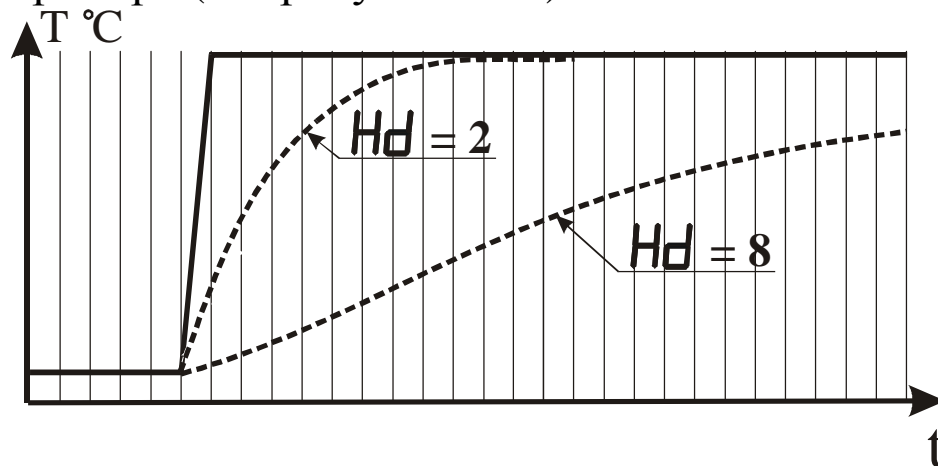

Рисунок 3.16 - Влияние параметра “Время усреднения” на показания прибора при различных значениях параметра  $Hd$
3.3.3.8 Параметр “Время усреднения” указывают в количестве периодов опроса входного датчика ( $N_{\text{опр.}}$ ). Этот параметр позволяет добиться более плавного изменения показаний прибора. Для этого производится вычисление среднего арифметического из последних ( $N_{\text{опр.}}$ ) измерений. При значении параметра равном 0 интегратор выключен. Уменьшение значения времени усреднения приводит к более быстрой реакции прибора на скачкообразные изменения измеряемого параметра, но снижает помехозащищенность прибора (см. рисунок 3.16).